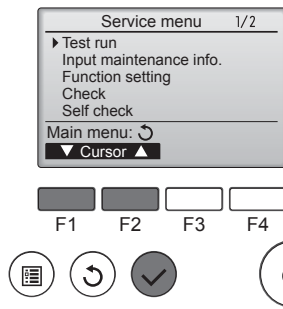

Fig. 7-4
- 3 Selecteer "Test run" (Proefdraaien) met de functietoets **[F1]** of **[F2]** en druk op de toets . (Fig. 7-4)